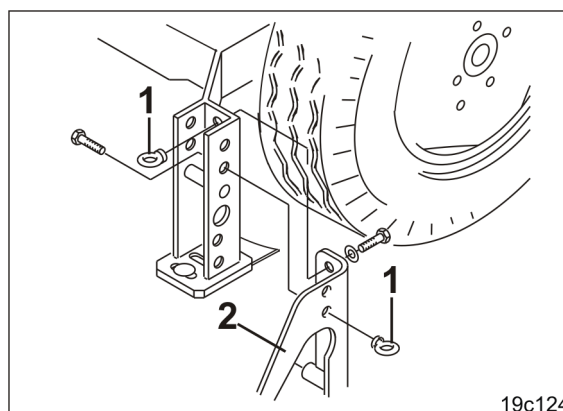

Fig. 183
- 1.1 Zwei Ösenmutter (Fig. 183/1) lösen.
- 1.2 Den Radspurlocker (Fig. 183/2) entfernen.